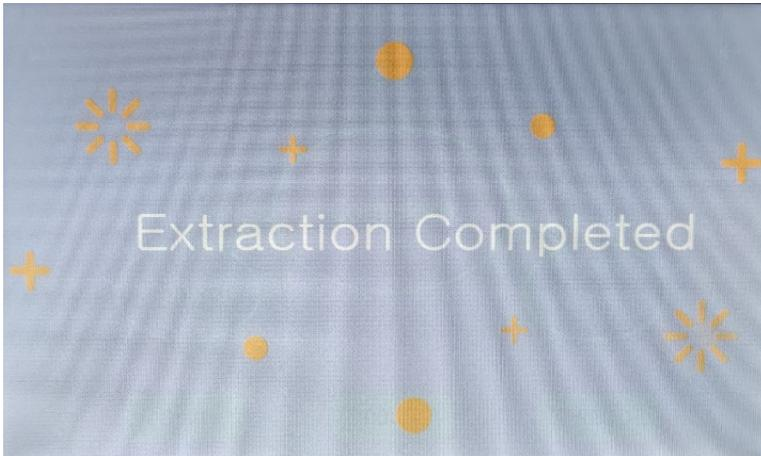

Abbildung 17. Laufabschlussbildschirm auf der Touchscreen-Bedienoberfläche des IndiMag 48s
6. Nach erfolgreicher Ausführung eines Laufs wird der Abschlussbildschirm angezeigt (siehe Abbildung 17).